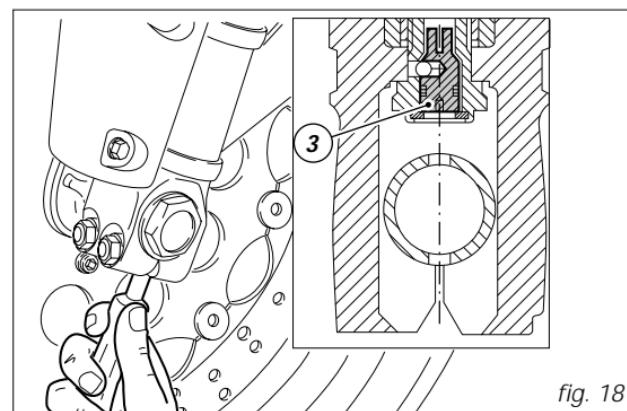

fig. 18
- 3) (fig. 18) pour modifier l'action hydraulique de freinage en compression.